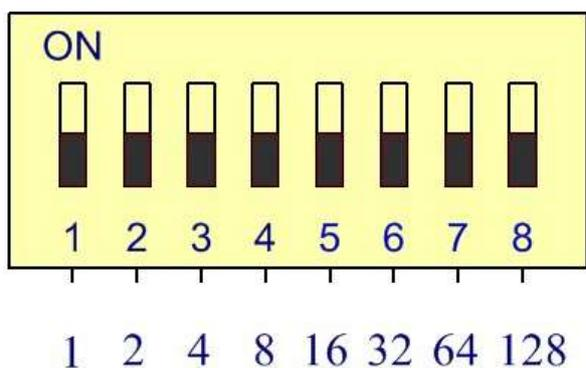

Рисунок 1 – Переключатель для задания адреса блока
2.2.3.2 Перед монтажом блока необходимо снять крышку блока, открутив 12 винтов, на плате А2 выставить адрес блока путём установки переключателей АДРЕС в соответствующие положения (рисунок 1) и подключить оконечный резистор в случае, если блок является оконечным в сети, путем установки переключателя R блока в положение «ON».